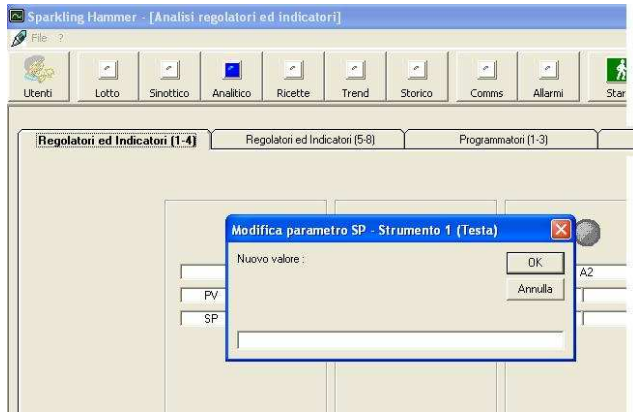

Figura 3.20a: Modifica del valore di un parametro numerico
3.6.1 Modifica dei parametri visualizzati: Gli utenti dotati di profilo “Amministratore”, “Tecnico specializzato” o “Operatore” possono modificare i valori dei parametri cliccando due volte sul parametro stesso. Se il parametro che si desidera modificare è di tipo numerico (come ad esempio un set-point) il nuovo valore dovrà essere inserito in un box di testo e sarà inviato allo strumento alla pressione del tasto “OK” (figura 3.20a). Se il parametro è di tipo binario (ON/OFF) nuovo valore verrà inviato direttamente allo strumento. Le modifiche effettuate ai valori vengono registrate nell’elenco eventi visibile nella pagina del “Sinottico di impianto” (vedere paragrafo 3.5).